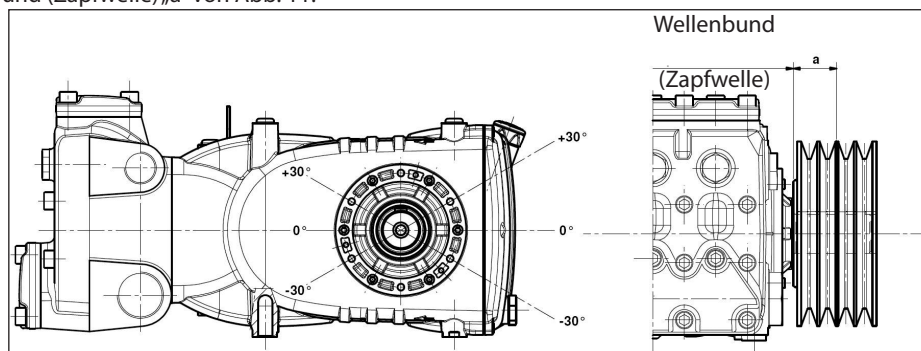

Abb. 11
Die radiale Belastung der Welle darf 7500 N (für die Definition der Anordnung erforderlicher Wert) nicht übersteigen. Der Antrieb gilt als richtig bemessen, wenn die Belastung bei einem maximalen Abstand **a=40 mm** vom Wellenbund (Zapfwelle) angewandt wird, siehe Abb. 11.
- b) Verwenden Sie Hochleistungsriemen - zum Beispiel **XPB** statt **SPB** - da hierbei weniger Riemen bei gleicher Leistungsübertragung benötigt werden und der Abstand zum Wellenbund (Zapfwelle) „a“ von Abb. 11.
- e) Folgen Sie der Spannungsrichtung des Riemen lt. Angaben in Abb. 11. Wenden Sie sich bei anderen Anforderungen an die **technische Abteilung** oder den **Kundendienst**.